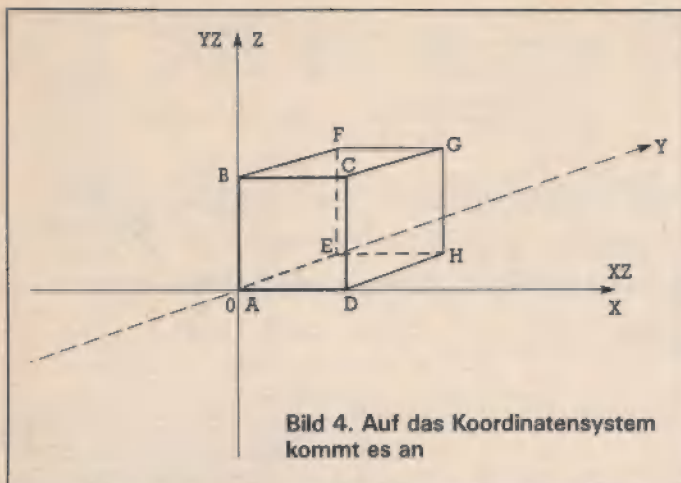

Bild 4. Auf das Koordinatensystem kommt es an
Basis jeder Transformation ist zunächst einmal ein dreidimensionales Koordinatensystem, wie Sie es bei der Würfeldarstellung in Bild 4 vorfinden. Der Würfel ist durch die acht Punkte A, B, C, D, E, F, G und H im dreidimensionalen System definiert. Wenn (wie in Bild 4) die linke untere Ecke unseres Körpers (A) im Schnittpunkt der drei Achsen X, Y und Z liegt, und jede Kante unseres Würfels die Länge 1 hat, lassen sich die Eckpunkte der Figur leicht angeben. D hätte zum Beispiel die Koordinaten (1,0,0); E (1,1,0) und G (1,1,1).